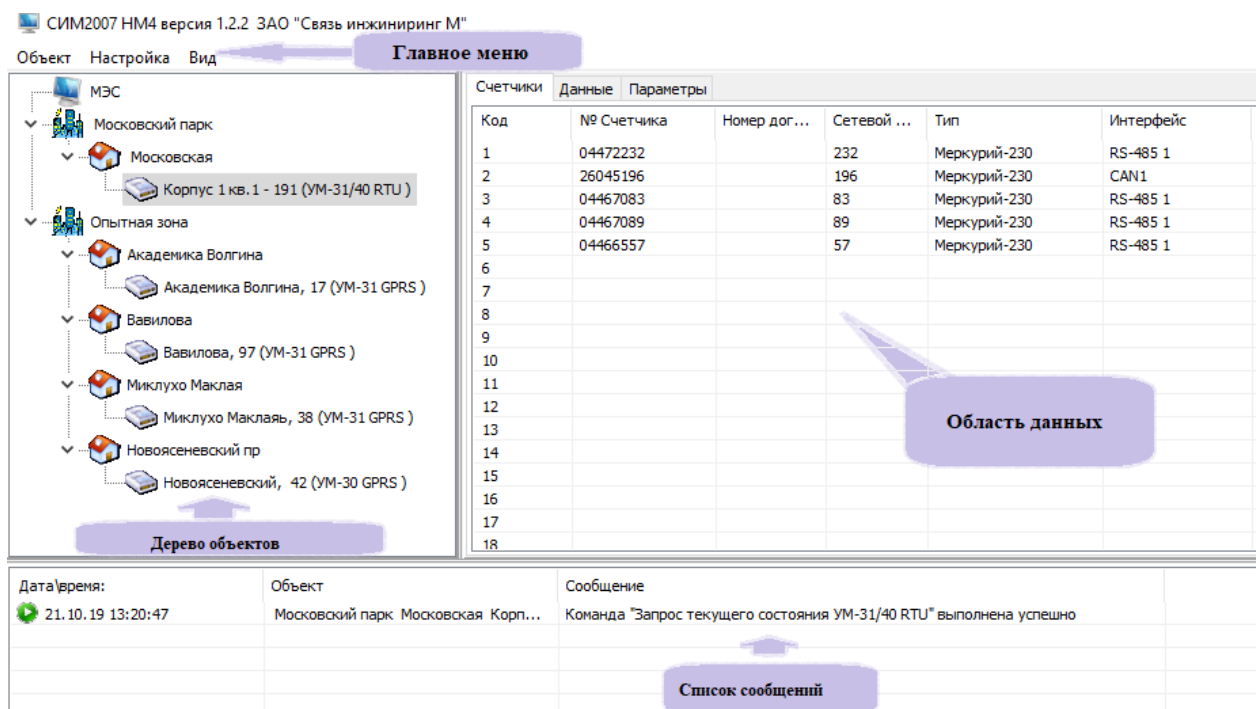

Рисунок 1. Описание основных элементов интерфейса программы
- «Добавить объект» - в окне «Добавить объект» в закладке «Основные параметры» выберите «Тип устройства мониторинга» из выпадающего списка (тип выбранного устройства мониторинга должен соответствовать типу устройства мониторинга, установленного на объекте), в настоящий момент доступны следующие типы устройств мониторинга (см. рисунок 1):